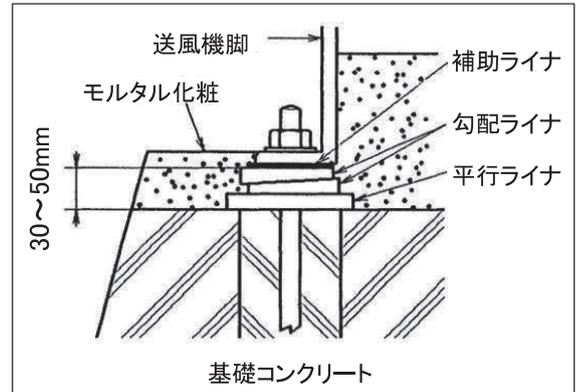

図 4 ライナ配置例
- (3) 平行ライナ 1 枚と勾配ライナ 2 枚を図 4 に示すように送風機の基礎ボルト穴の両側に振り分け配置してください。必要に応じて補助ライナ(厚さ 3mm 以上)を使用してください。基礎ボルト間の距離が 1m を超える場合はさらにその間にライナを設置してください。
- (4) 送風機ベースをライナに乗せ、基礎ボルトを送風機ベースの基礎ボルト穴に通して、箱抜き穴内に垂下げさせてください。